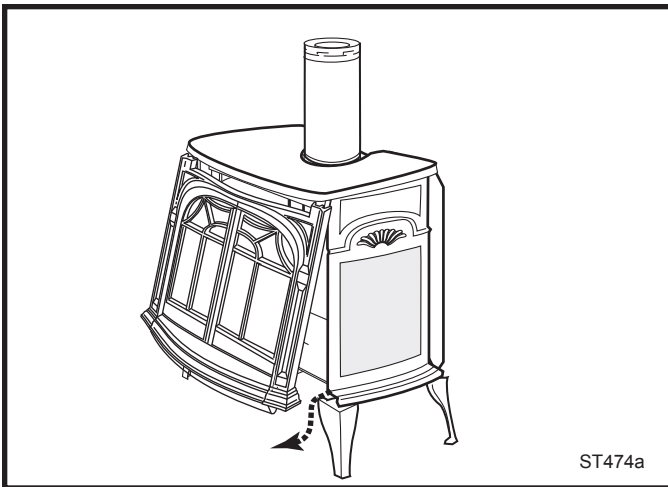

Fig. 83 Enlevez le devant du poêle.
2. Enlevez le devant du poêle en le soulevant, puis en le faisant basculer vers l'avant de manière à le détacher de son logement. (Fig. 83)
Remplacez le panneau vitré en vous servant exclusivement des pièces de rechange approuvées par Vermont Castings. Pour plus de renseignements sur les pièces de rechange, reportez-vous à la Page 50. Pour plus de renseignements sur l'enlèvement de l'encadrement du panneau vitré endommagé, reportez-vous à les Figures 83 et 84 et aux instructions précédentes.
1. Enlevez le devant du poêle et l'ensemble encadrement et panneau vitré. (Fig. 83 et 84) Retirez le joint usé en vous servant d'une lame de rasoir pour le séparer de l'encadrement du panneau vitré et pour en racler les résidus de mastic et de joint. Pour ce faire, utilisez un ciseau à froid au besoin.